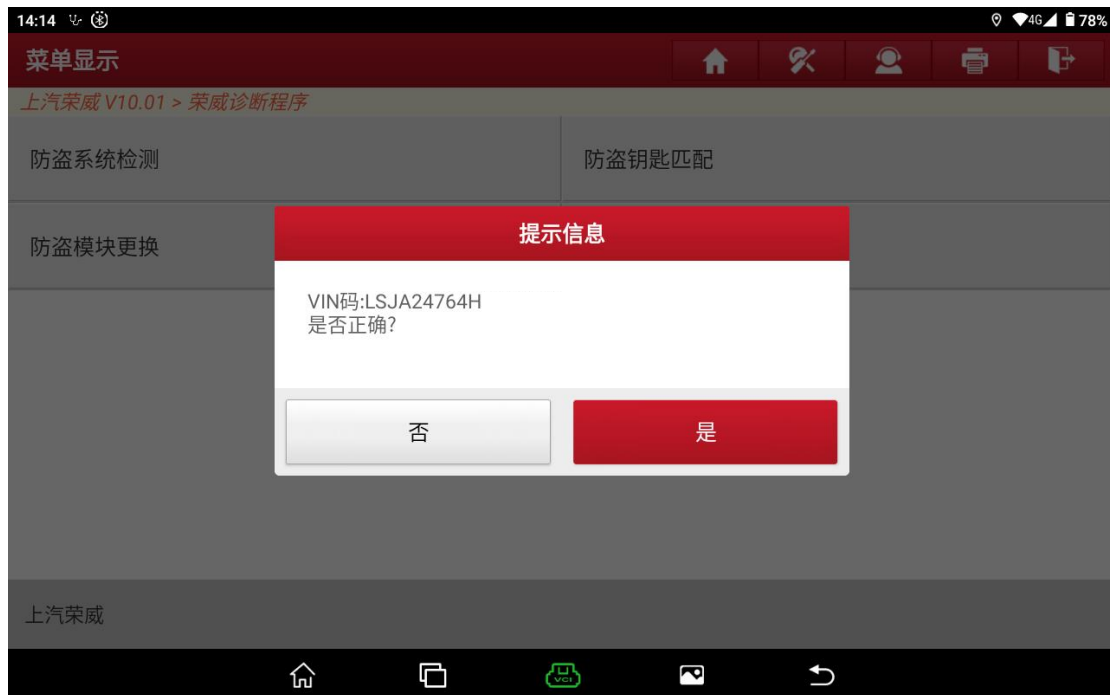

图 5
3. 选择确认车辆 VIN 码是否正确，“否”需要手动输入正确的 VIN 码，“是”则下一步（图 5）。